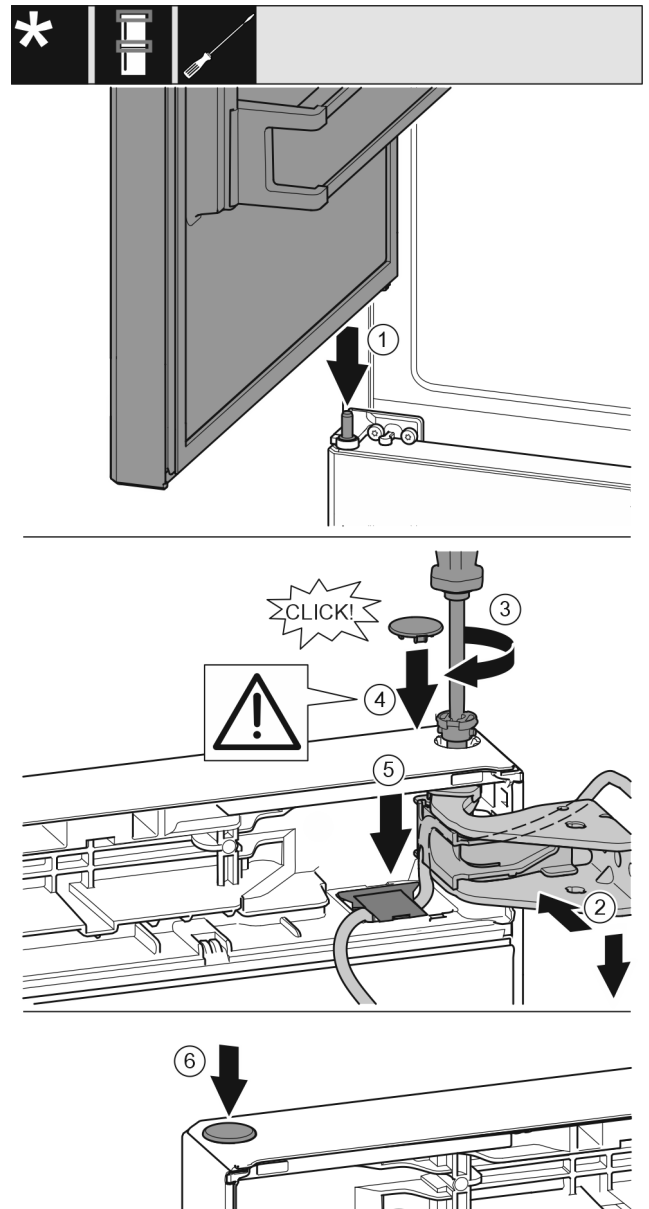

Fig. 42
- ▶ Поставете горната врата върху средния лагерен болт Fig. 42 (1)
- ▶ Регулирайте вратата горе спрямо отвора в лагерната стойка. Fig. 42 (2)
- ▶ Поставете болта и затегнете здраво с отвертка T15. Fig. 42 (3)
- ▶ Монтаж на предпазния капак за осигуряване на вратата: Поставете предпазния капак и проверете дали той е допрян до вратата. В противен случай поставете изцяло болта. Fig. 42 (4)
- ▶ Поставете капака и натиснете надолу, докато се фиксира. Fig. 42 (5)
- ▶ Поставете тапата. Fig. 42 (6)